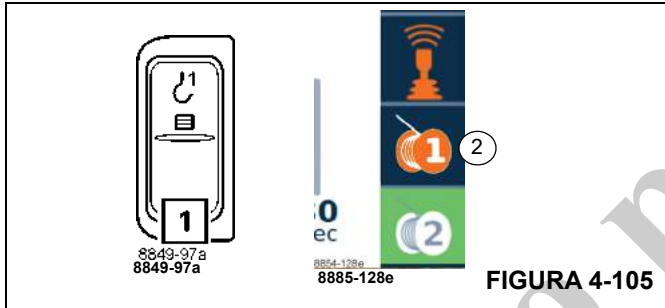

FIGURA 4-105
- Pulse el botón en el apoyabrazos derecho (1), (Figura 4-105), una vez. El símbolo (2), (Figura 4-105), debe estar rojo.